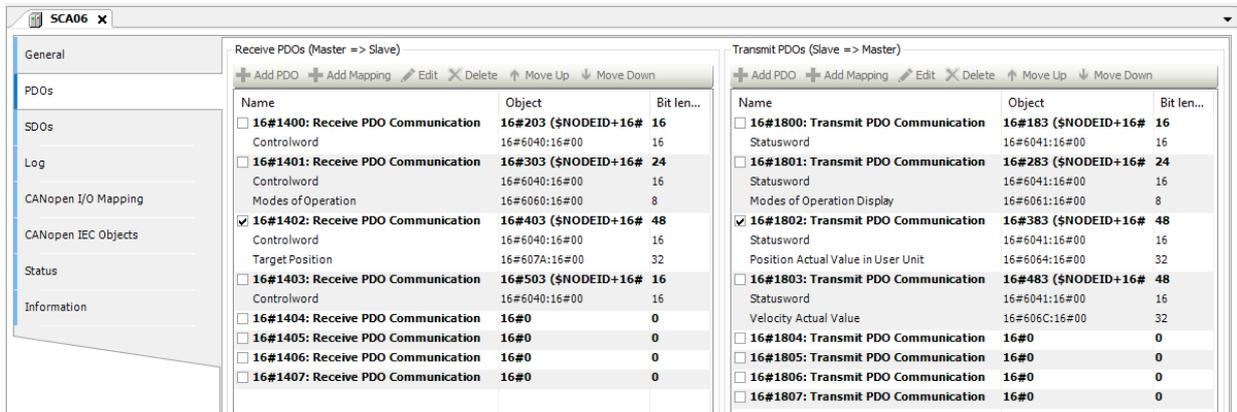

Figura 6.11: Configuración estándar SCA06 en la red CANopen SoftMotion.
- También en las configuraciones del objeto **SCA06**, en la pestaña **PDOs**, seleccione solamente los PDOs de la Figura 6.11.